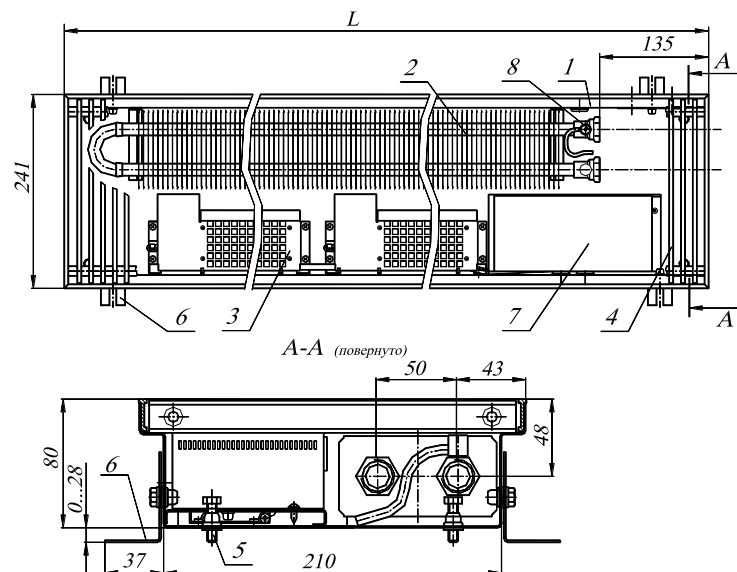

Рис.1 Конвектор KBK 24.08.060...300-BK (BT) - П
4.1. Конвекторы имеют (см. рис.1):
4.3 Размеры и технические характеристики приборов представлены на Рис.1, 2 и таблице.